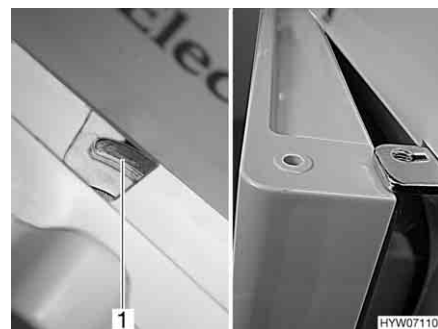

Bild 145 Kühlschranktür/Frosterfachtür in Lüftungsstellung (Dometic 7er-Reihe mit separatem Frosterfach)
- Verriegelung ganz nach rechts schieben. Die Kühlschranktür/Frosterfachtür ist mit Hilfe der Türarretierung (Bild 145,1) fixiert. Die Kühlschranktür/Frosterfachtür bleibt damit leicht geöffnet (Bild 145).